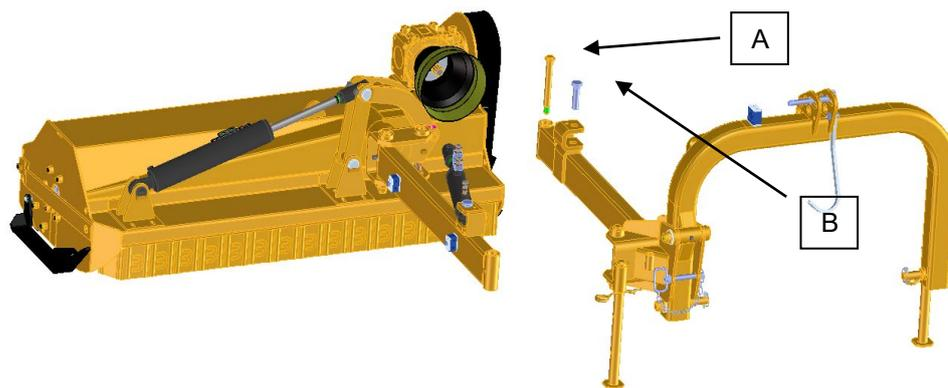

Figura 17
3. Con cautela y atención mover los brazos del paralelogramo hasta centrarlos en los foros relativos, después, fijarlos con el enchufe A (figura 17);
4. Mover el gato y fijarlo con el enchufe relativo B (figura 17);